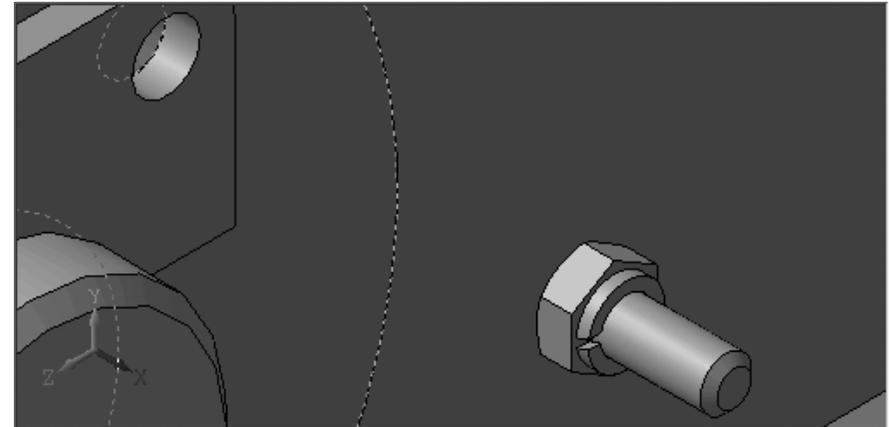

Рис. 6.75. Возможное состояние окна **Сборка** после выполнения операции **Соосность** с **Обратной ориентацией** под сборки **Болт\_Шайба**
- щелкните на **Панели свойств: Соосность** по переключателю **Обратная ориентация**, если активен переключатель **Прямая ориентация**. Возможное состояние окна **Сборка** показано на рис. 6.75.